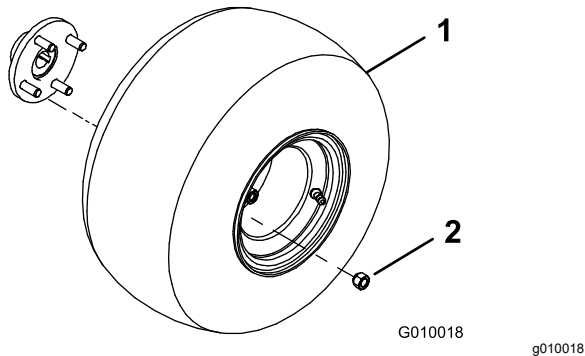

Figura 3
2. Monte un conjunto de rueda en cada cubo de rueda trasero (Figura 3).
3. Instale las tuercas de las ruedas (Figura 3) y apriételas a 61-75 N·m.